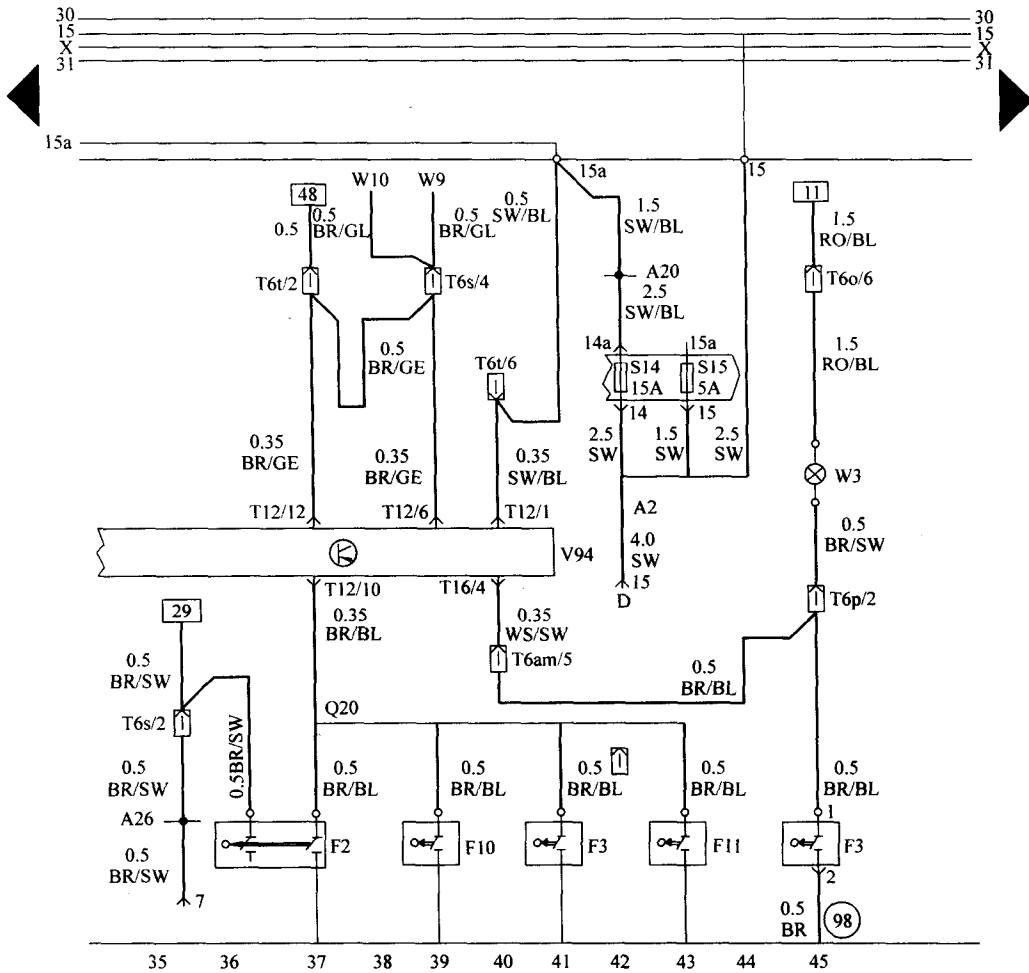

图 5-4 电路图 (坐标 35~45)
(4) 坐标 35~45 之间元件电路图,如图 5-4 所示。